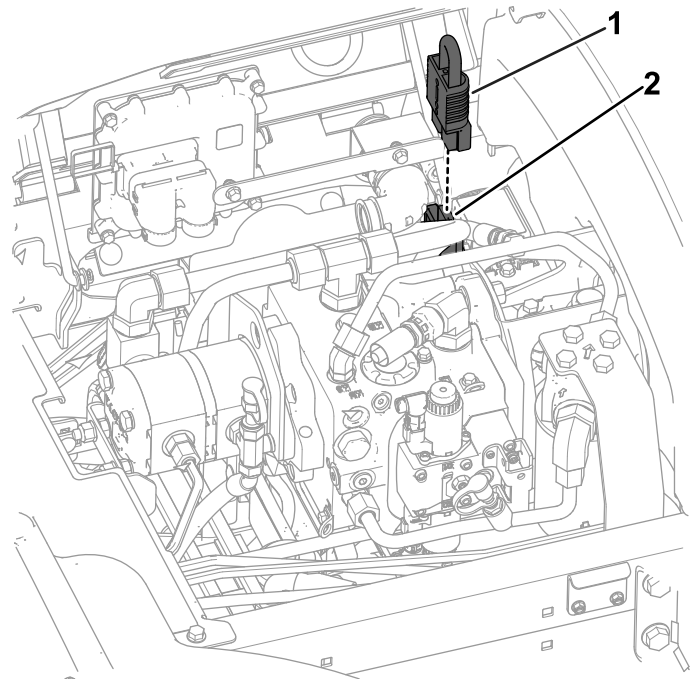

Bild 31
1. Tragen Sie dielektrisches Fett auf die Kontaktflächen der Batterie-Unterbrecherbrücke auf (Bild 31).